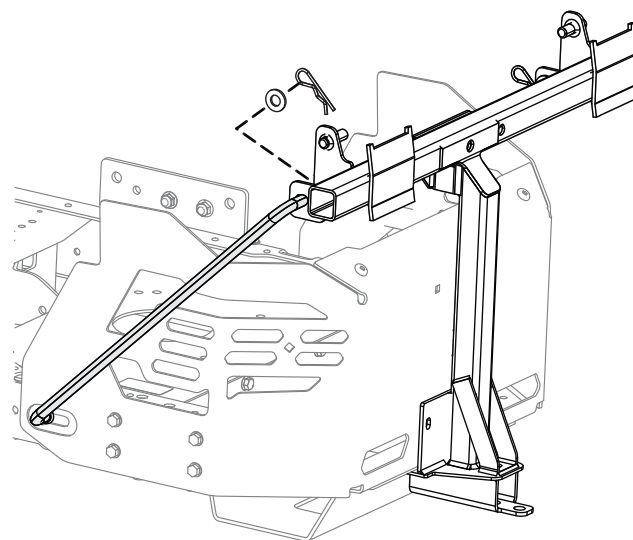

Figura 17
7. Instale a extremidade grande, dobrada de uma barra na ranhura na estrutura do lado esquerdo da máquina e mova a barra para trás para a encaixar na estrutura (Figura 17).
8. Insira as extremidades dobradas das barras na montagem do acessório como se mostra na Figura 17 e prenda a extremidade de cada barra com uma anilha e perno do gancho.